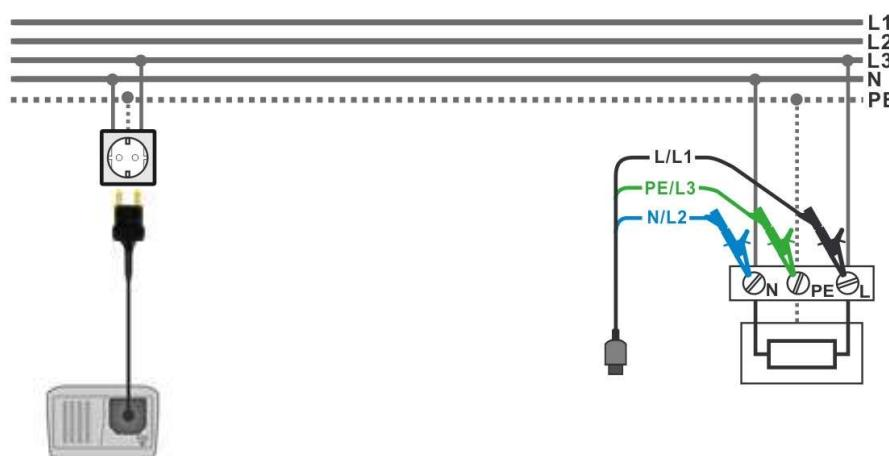

Figura 5.24: Collegamento con Lead Test o 3 fili puntale
- Collegare** puntali al punto da testare (vedi figura 5.24 e 5.17).